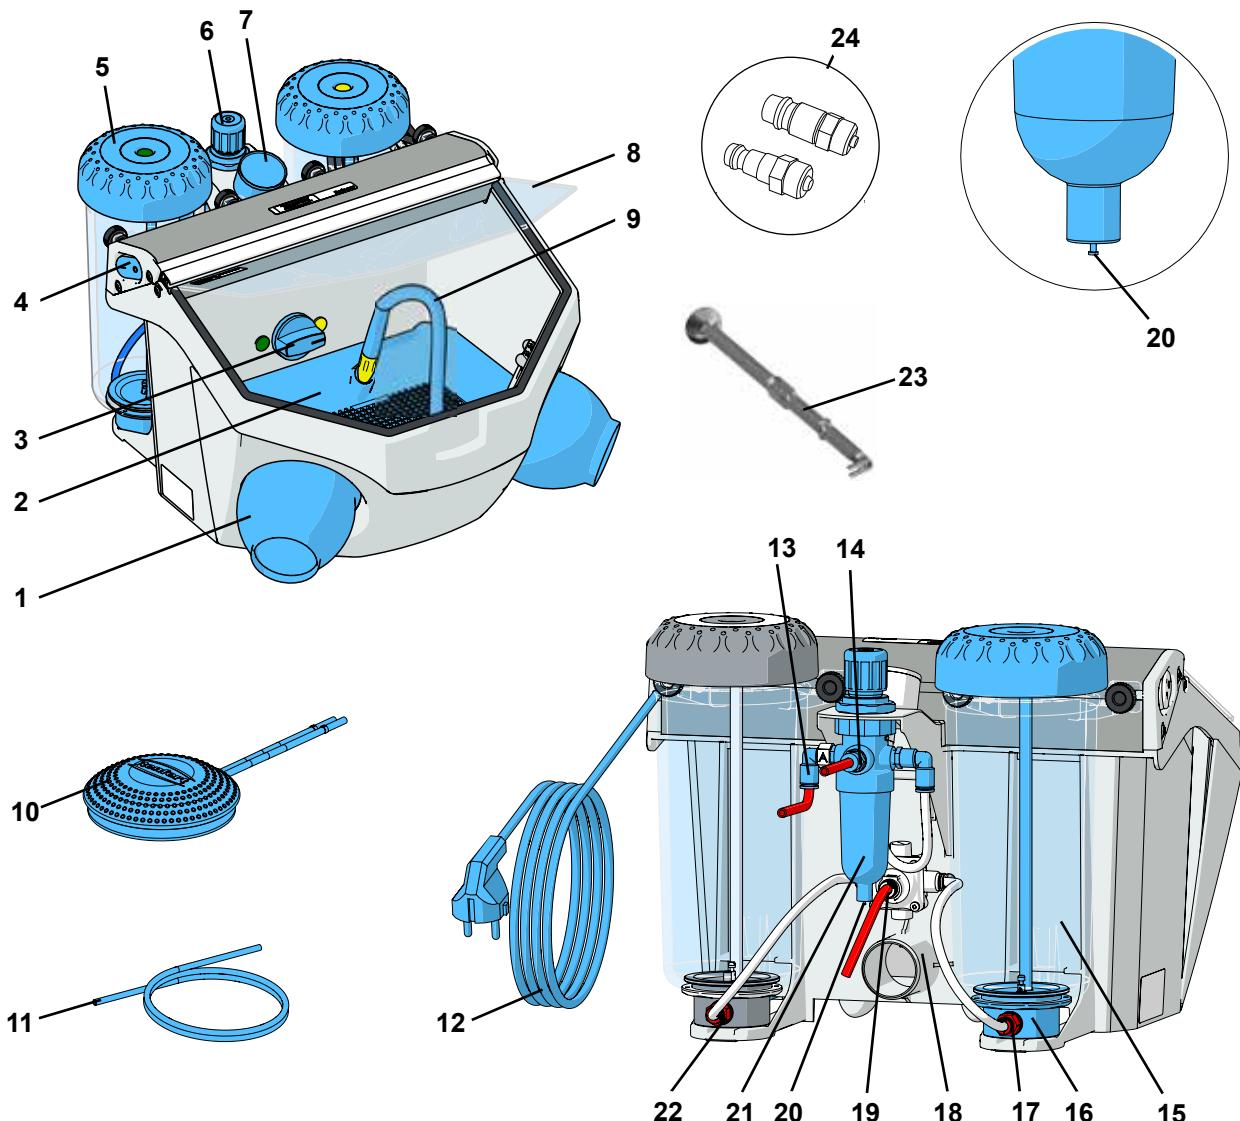

Fig. 1
- ⇒ Desenrollar el cable de la red (12, Fig. 1).
- ⇒ Conectar la manguera del sistema de aspiración con el tubo aspirante (18).